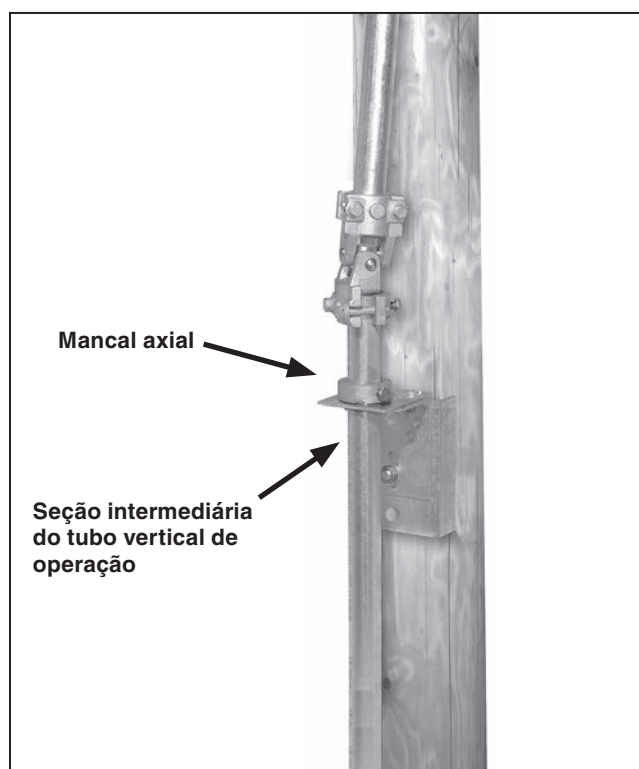

Figura 19. Instalação da seção intermediária do tubo vertical de operação.
PASSO 14. Passe a próxima seção do tubo vertical de operação para cima pelo mancal-guia e depois pelo mancal de apoio. O mancal de apoio deve assentar no mancal-guia e suportar o tubo de operação. Ver Figura 19 e também o Detalhe G no diagrama de montagem.